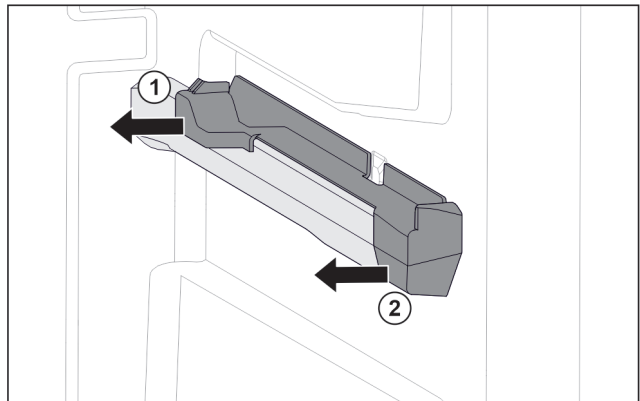

Fig. 123 Наставка върху дясното ребро на съда
- ▶ Изтеглете наставката отзад настрани. Fig. 123 (1)
- ▶ Изтеглете наставката отпред настрани. Fig. 123 (2)